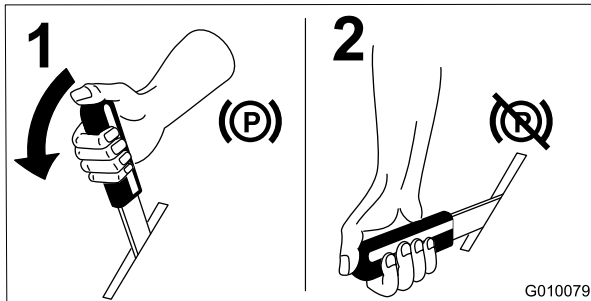

Figure 15
3. Serrez le frein de stationnement (Figure 15) (voir Serrage du frein de stationnement).